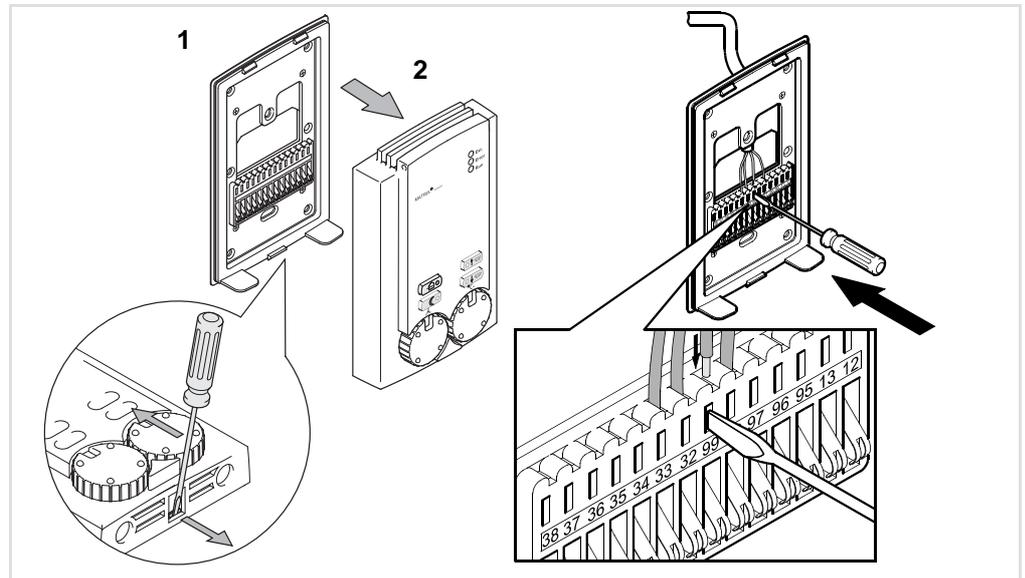

Abb. 6-17: Bediengerät öffnen
- Klipsen Sie an der Unterseite des Bediengerätes mit einem Schraubendreher das Oberteil wie in Abb. 6-17 dargestellt aus und heben Sie das Oberteil nach oben von der Montageplatte ab.
- Ziehen Sie das Verbindungskabel zum Elektroschaltkasten des MultiMAXX durch die Membrantüllen des Unterteils und die Anschlussöffnung der Montageplatte des Bediengerätes (siehe Abb. 6-17) und schließen alle Adern an die Klemmen an.
Dazu lösen Sie zuerst die Klemme durch leichtes hereindrücken mit einem geeigneten Schraubendreher (siehe Abb. 6-17) und führen die jeweilige Ader in die vorgesehene Klemmenöffnung. Die federbelastete Klemme greift wieder, sobald Sie den Schraubendreher entfernen.